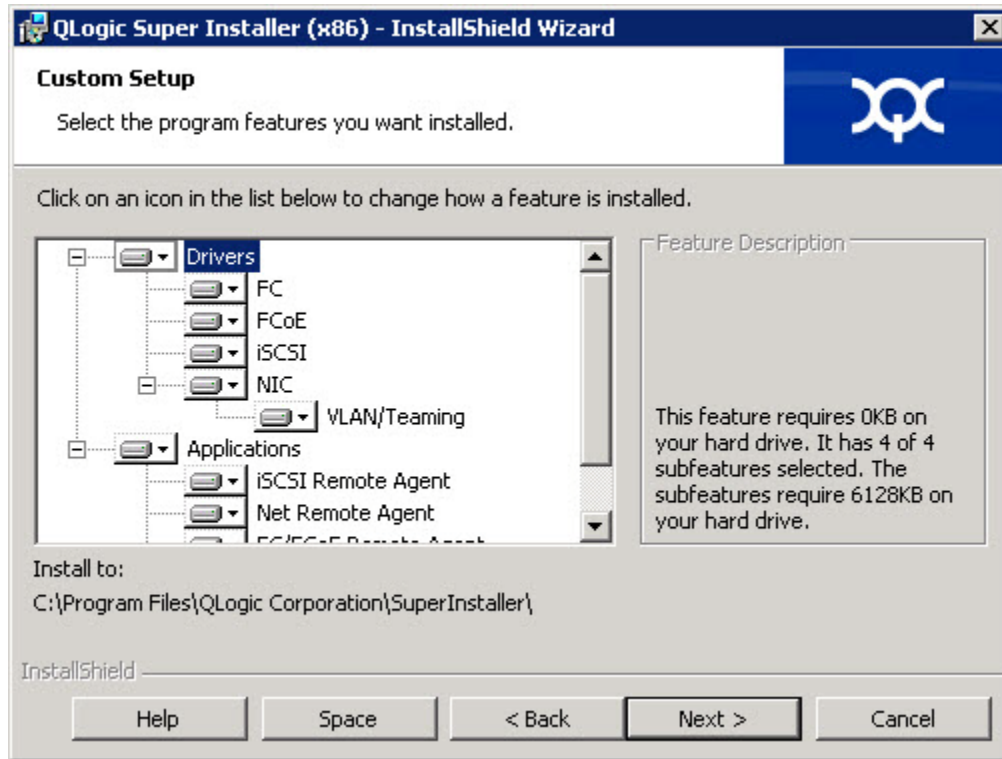

Abbildung 2-5. Dialogfeld für das benutzerdefinierte Setup
- c. Das Dialogfeld für das benutzerdefinierte Setup wird angezeigt, wie in Abbildung 2-5 dargestellt.